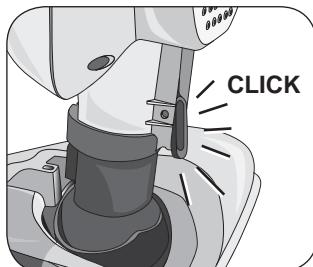

Fig. 17
Para utilizar o acessório para tecidos deve-se remover a cabeça de vapor (A) e a haste telescópica (J). Pressione o gancho de encaixe e da cabeça de vapor (Fig 17). Remova a cabeça de vapor. Pressione o botão de desbloqueio da pega (H). Remova a haste telescópica.